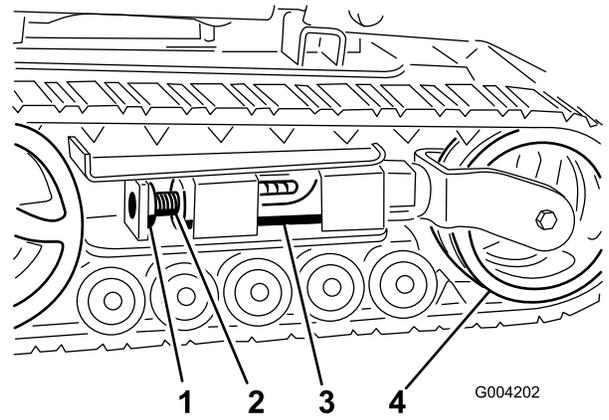
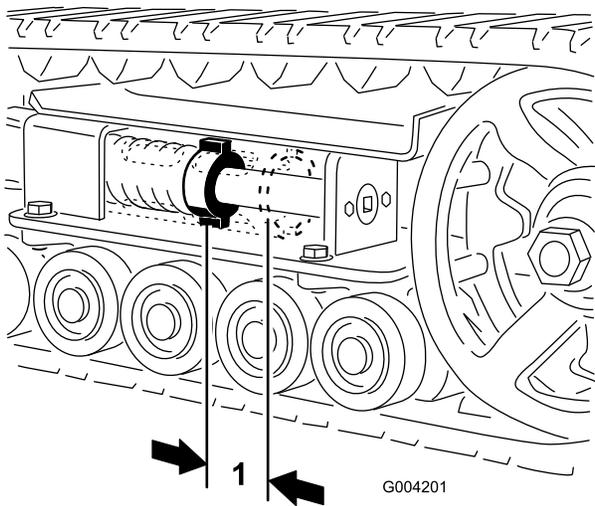
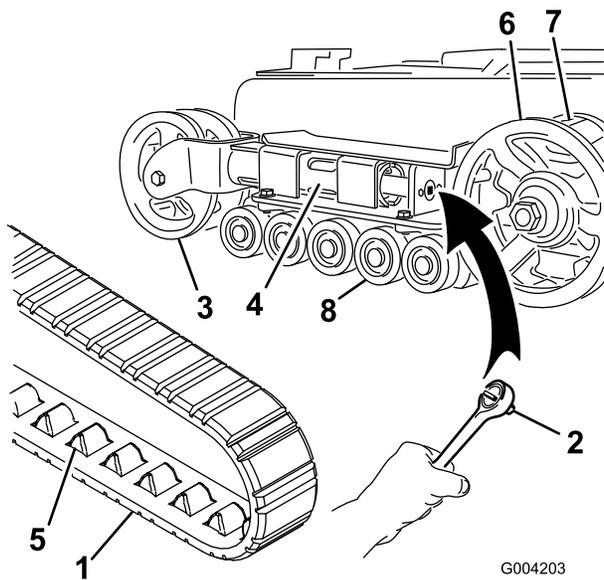
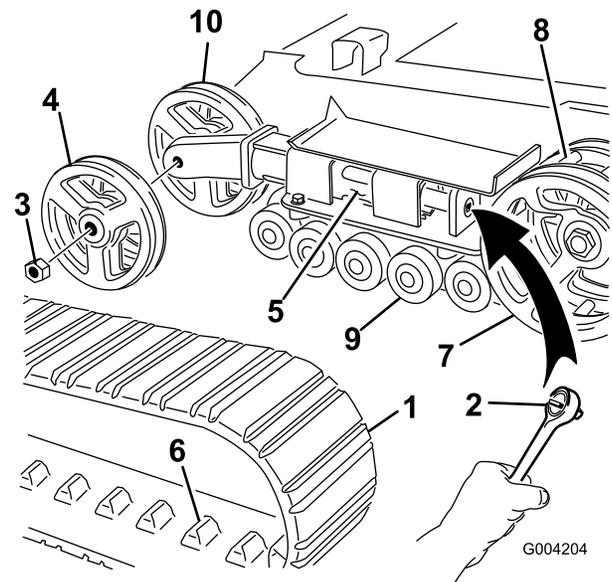

Figure 48
Figure 47
Figure 49
Figure 50
L'écrou de tension et l'arrière du tube de tension doivent être distants de 7 cm (Figure 47). Si ce n'est pas le cas, réglez la tension des chenilles comme suit :
4. À l'aide d'une à douille de 13 mm (1/2 po) (Figure 49), tournez la vis de tension dans le sens antihoraire jusqu'à obtention d'un espacement de 7 cm entre l'écrou de tension et l'arrière du tube de tension (Figure 47).
5. Alignez l'encoche la plus proche dans la vis de tension avec le trou du boulon de blocage, et fixez la vis avec le boulon et l'écrou de blocage (Figure 48).
3. Enlevez le boulon et l'écrou de blocage (Figure 48).
4. À l'aide d'une douille d'entraînement de 13 mm (1/2 po), tournez la vis de tension dans le sens horaire pour détendre la transmission (Figure 48 et Figure 49).
5. Poussez la roue de tension vers l'arrière de la machine pour appuyer le tube de fourche contre le cadre (Figure 49). (S'il ne touche pas le cadre, continuez de tourner la vis de tension jusqu'à ce qu'il le touche).
7. Lorsque la chenille est déchaussée, retirez-la du pignon d'entraînement et des galets de roulement (Figure 49).
8. Pour installer la chenille neuve, commencez par l'enrouler autour du pignon d'entraînement, en veillant à ce que les crampons s'engagent correctement entre les entretoises du pignon (Figure 49).
9. Poussez la chenille sous et entre les galets de roulement (Figure 49).
11. Tournez la vis de tension dans le sens antihoraire, de manière à obtenir un écartement de 7 cm entre l'écrou de tension et l'arrière du tube de fourche (Figure 47).
4. À l'aide d'une douille d'entraînement de 13 mm (1/2 po), tournez la vis de tension dans le sens horaire pour détendre la transmission (Figure 48 et Figure 50).
5. Poussez la roue de tension vers l'arrière de la machine pour appuyer le tube de tension contre le cadre (Figure 50). (S'il ne touche pas le cadre, continuez de tourner la vis de tension jusqu'à ce qu'il le touche).
6. Retirez l'écrou de fixation de la roue de tension extérieure et déposez la roue (Figure 50).
7. Déposez la chenille (Figure 50).
8. Retirez l'écrou de fixation de la roue de tension intérieure et déposez la roue (Figure 50).
12. Posez la roue de tension intérieure et fixez-la avec l'écrou retiré précédemment (Figure 50).
14. Posez la chenille neuve en prenant soin que les crampons s'engagent entre les entretoises au centre du pignon d'entraînement (Figure 50).
15. Posez la roue de tension extérieure et fixez-la avec l'écrou retiré précédemment (Figure 50).
17. Tournez la vis de tension dans le sens antihoraire, de manière à obtenir un écartement de 7 cm entre l'écrou de tension et l'arrière du tube de tension (Figure 47).